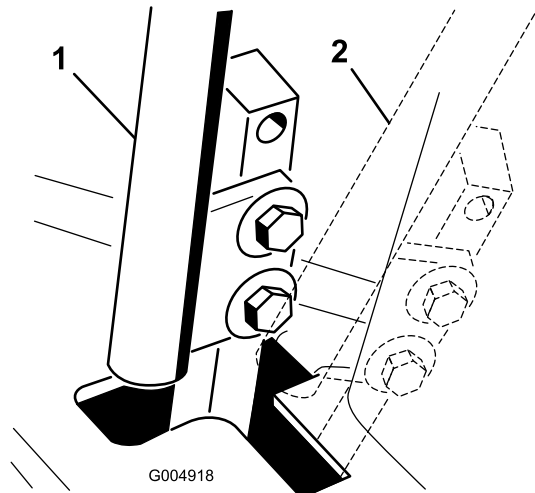

Figura 73
4. Mueva la palanca a la posición de punto muerto, pero **no a la posición de bloqueo** (Figura 73).
6. Compruebe la posición de la palanca de control con relación a la muesca de la consola (Figura 73). Debe estar centrada para que la palanca pueda girar hacia fuera a la posición de bloqueo/punto muerto.